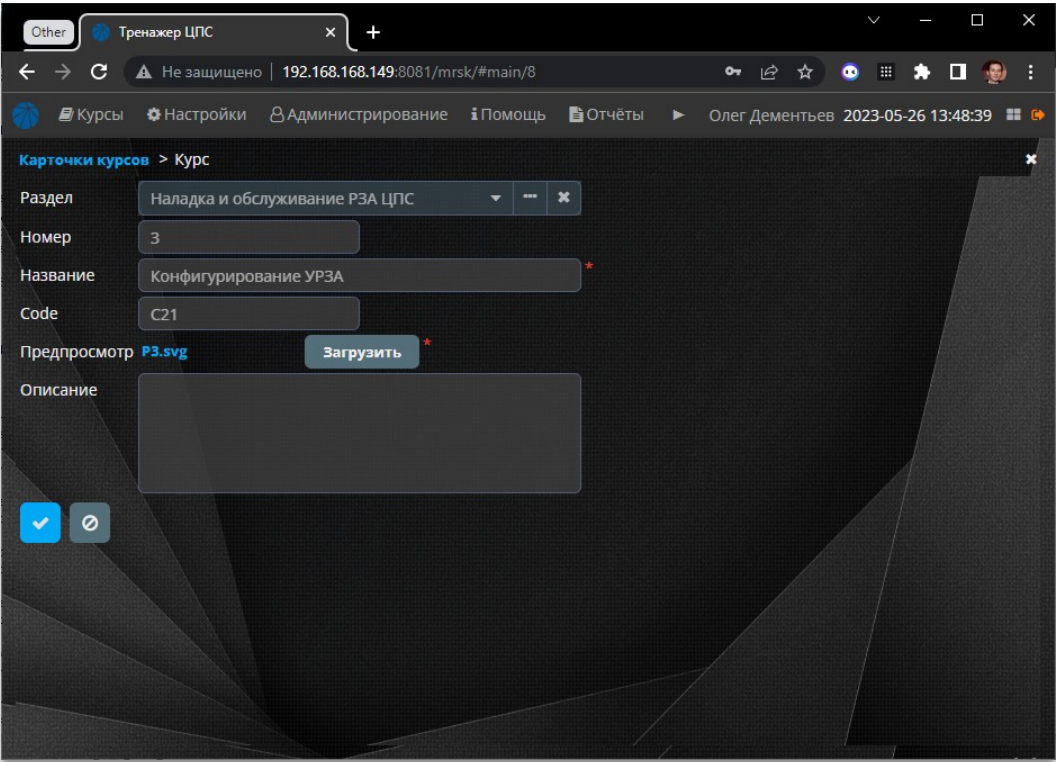

Рисунок 92 – Экранная форма «Добавление курса»
- Рисунок 92 – Экранная форма «Добавление курса»;